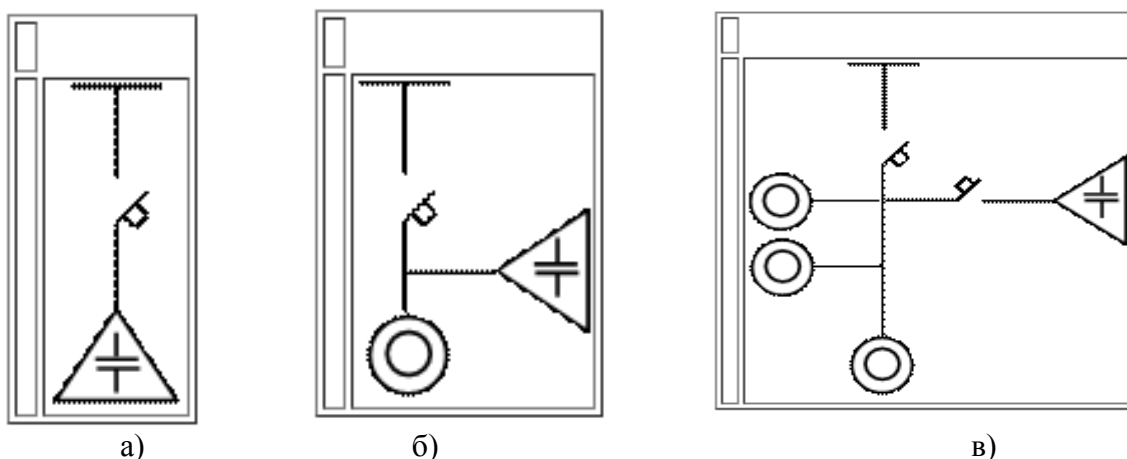

Рисунок 2 – Подключение БСК в сети 0,4 кВ
- а. Подключение БСК по схеме общего выключателя с двигателем (рис. 2а);
- б. Подключение БСК к шинам 0.4 кВ (рис. 2б);
- в. Подключение БСК к линии (рис. 2в);.